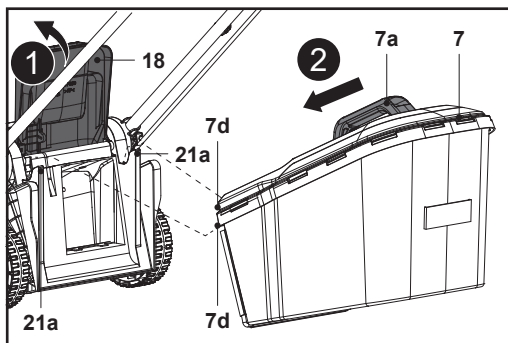

Fig. 7
- Deschide deflectorul spate (18) și ține-l în poziție (fig. 7, pasul 1).
- Transportă colectorul de iarbă (7) ținându-l de mânerul de transport (7a).
- Aliniaza cele două cârlige (7d) ale colectorului cu fantele (21a) și prinde colectorul (7) (fig. 7, pasul 2).
- Apoi eliberează cu grijă deflectorul spate (18).